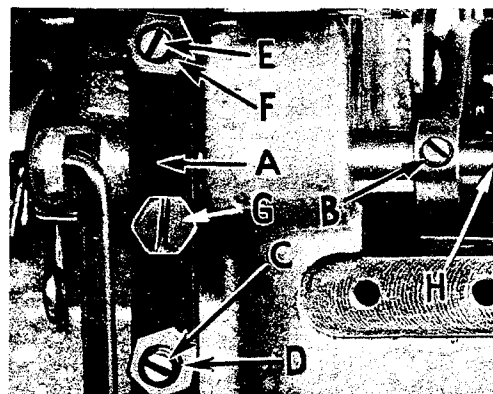

Fig. 16
Befestige den Drückfuß an seinem Arm, schwinde den Arm beim Höchststand der Nadel ein und sichere den Arm in seiner rechtsseitigen Endstellung. Wenn nötig, kann der Drückfuß nach dem Stichlochschlitz der Stichplatte neu ausgerichtet werden, und zwar durch Verschieben der Drückfuß-Schwingwelle (H, Fig. 16). Um die Welle zu bewegen, löse die Schraube (B, Fig. 16) am Stelling (G) und die Klemmschraube (G). Dann schiebe die Drückfuß-Schwingwelle je nach Bedarf nach links oder rechts. Ziehe die Stellringschraube und die Klemmschraube wieder an.
Hebel (A, Fig. 16) und der Stelling (B) sichern diese Achse seitlich. Achte darauf, daß der Drückfußarm sich nicht verklemmt oder in die Höhe geht, wenn der Druck weggenommen ist. Um den Nadelschlitz am Drückfuß mit dem Stichloch der Stichplatte in Übereinstimmung zu bringen, löse die Drückfuß-Gelenkschraube.
Stelle die Hub-Begrenzschraube (C, Fig. 16) so ein, daß der Fuß nicht weiter angehoben werden kann als es der Obergreifer zuläßt. Hierauf ziehe die Sicherungsmutter (D) fest an. Der Drückfuß-Lifterhebel soll etwa  $1/16''$  bis  $1/8'' = 1,6 \text{ mm}$  bis  $3,2 \text{ mm}$  freien Weg haben bevor der Drückfuß angehoben wird. Diese Einstellung wird mit der Schraube (E) vorgenommen und durch die Mutter (F) gesichert. Zum Schluß montiere das Stoffablaufblech, den Stoffanschlag und die Scharnierplatte.
Assemble the presser foot to presser arm. With needle in high position, swing presser arm into sewing position and set the presser foot to align needle holes (front and back) and flat on throat plate. The front edge of needle hole in presser foot must be aligned with front edge of needle hole in throat plate. It is also important that the bottom of the presser foot be flat on the throat plate. If necessary, presser foot can be realigned with throat plate slots by shifting the foot lifter lever shaft (H, Fig. 16). To move the shaft, loosen collar screws (B, Fig. 16) and clamp screw (G) and then shift the foot lifter lever shaft to the left or right as required. Retighten collar screws and clamp screw.
The foot lifter lever arm (A, Fig. 16) and the collar (B) secure the shaft. Be sure the presser arm does not bind and rise when presser foot release bushing is unlocked.
Adjust lifter lever stop screw (C, Fig. 16), so that presser foot can be raised no higher than upper looper will permit; then lock the nut (D). There should be from  $1/16''$  to  $1/8'' = 1,6 \text{ mm}$  to  $3,2 \text{ mm}$  free motion of foot lifter lever before the presser foot begins to rise. This adjustment should be made with screw (E) and locked with nut (F). Re-assemble the chip guard, fabric guard and cloth plate. To assemble chip guard, turn handwheel until upper knife assembly reaches its highest position.